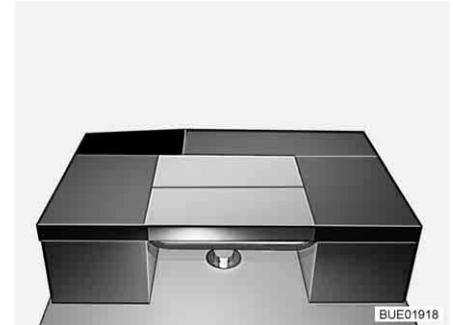

Bild 145 Nach dem Umbau
- Das Rückenpolster der Sitzbank quer auf den Tisch legen (siehe Bild 145).